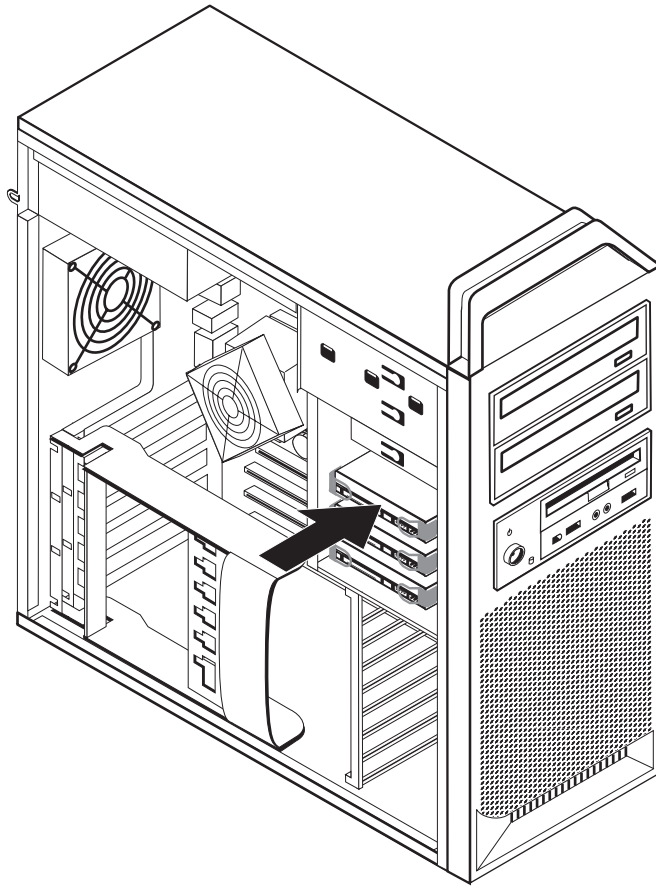

图 19. 卸下硬盘驱动器
3. 拉出手柄，卸下硬盘驱动器。请参阅第 32 页的图 19。